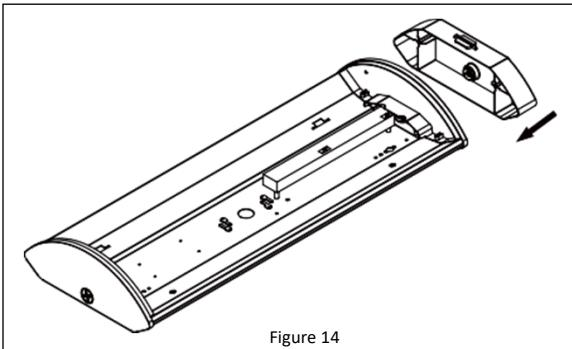

Figure 14
2. Alignez l'embout du détecteur avec l'extrémité du luminaire et faites passer les fils de l'embout du détecteur dans le luminaire. **Reportez-vous à la figure 14.**